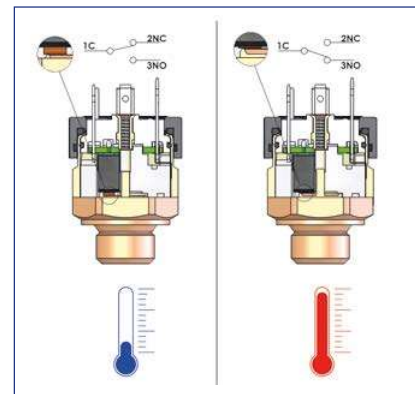

Abb. 3
- In der Version mit WECHSELKONTAKTEN (SPDT) auf Abb. 3 löst hingegen die Fluidtemperatur am Trennelement das Umschalten eines Mikroschalters aus. In dieser Version können gleichermaßen N.C.-, N.O.- oder beide Kontakte verwendet werden.
- In the SWITCHING CONTACTS (SPDT) of Fig. 3 version, the temperature of the fluid on the separating element causes a micro switch to switch. Either NC or NO contacts, or both, can be used in this version.